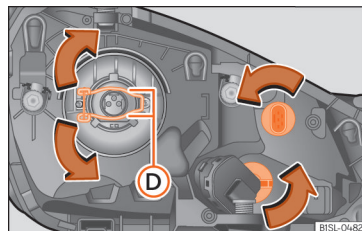

Abb. 86 Linker Scheinwerfer
2. Sicherungsbügel » Abb. 86 D in Pfeilrichtung nach unten drücken, zur Seite aushaken und wegklappen.
5. Glühlampe einsetzen, den Sicherungsbügel » Abb. 86 D zurückklappen und einhaken